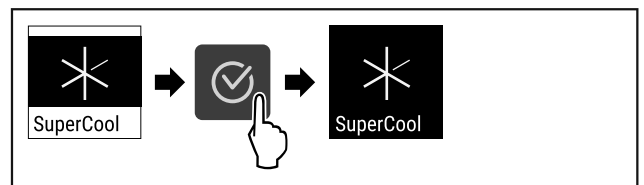

Fig. 73
- ▶ Εκτελέστε τα βήματα ενεργειών (βλέπε Fig. 73) .